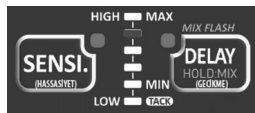

Рисунок 3
• Кратковременно нажмите и отпустите кнопку DELAY. В это время будет мигать индикатор DELAY. Кратковременно переместите кнопку DELAY, нажимая и отпуская ее до достижения желаемого уровня регулировки, и зафиксируйте ее, когда она достигнет желаемого уровня. Рисунок 3.
• Настройка чувствительности датчиков низкая (MIN) и высокая (MAX). Уровень можно отрегулировать на желаемом уровне. Отрегулированный уровень шага будет отображаться на светодиодном экране. Кратковременно нажмите кнопку SENSI до желаемого уровня настройки. Перемещайте его, нажимая и отпуская, и зафиксируйте, когда он достигнет нужного уровня. Рисунок 3.